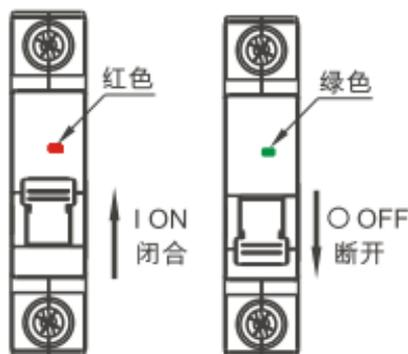

图2 NBDP-80闭合、断开状态指示
5.1 安装使用前先检查断路器标志与所使用的工作条件是否符合；断路器闭合、断开状态指示如下图 2